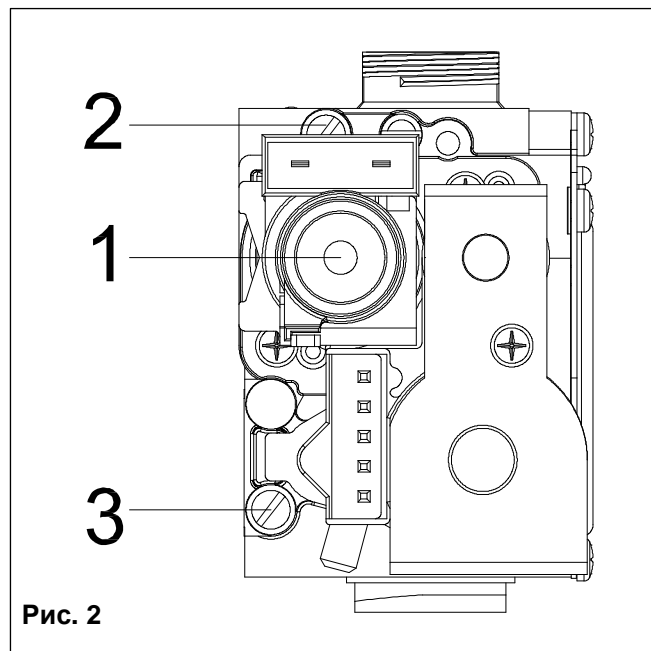

Рис. 2
- Откройте кран подпитки R (рис. 2).
- С помощью манометра M (рис. 2) убедитесь в том, что давление в системе достигает половины зеленого сектора (1,2 бар, см. рис. 3), и что на дисплее панели управления не отображается код H2O.
- Ослабьте винт точки замера давления № 2 (рис. 2) и вставьте манометр.